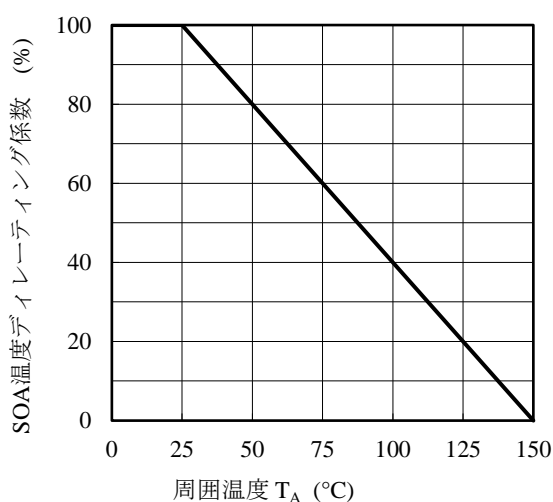

図 3-1 SOA 温度デイレーティング係数曲線
- ICを使用する際は図 3-1 より温度ディレーティング係数を求め、ASO 曲線のディレーティングを行います。